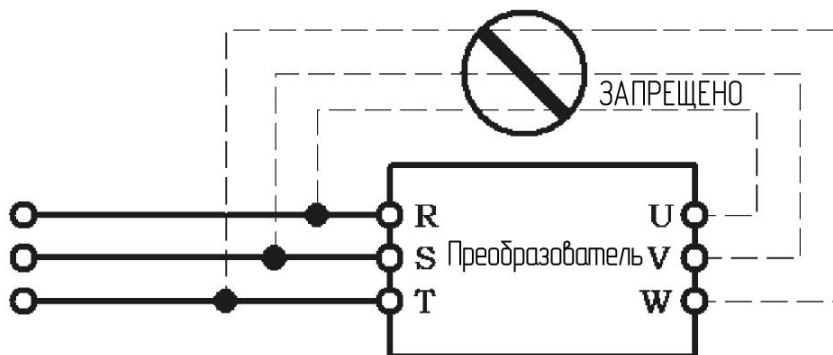

Рисунок 1-2
- Запрещается подключать источник питания переменного тока к выходным клеммам с маркировкой "U", "V" и "W", в противном случае это может привести к поломке преобразователя (см. рис. 1-2).